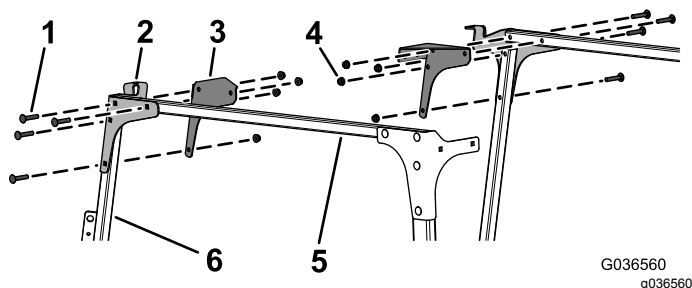

Figure 9
8. Fixez légèrement les plaques avant gauche et droite et les goussets d'angle aux tubes de liaison transversales, et les supports de pare-brise gauche et droit à l'aide de 8 boulons de carrosserie (5/16" x 1³/₄") et 8 écrous à embase (5/16"), comme montré à la Figure 9.